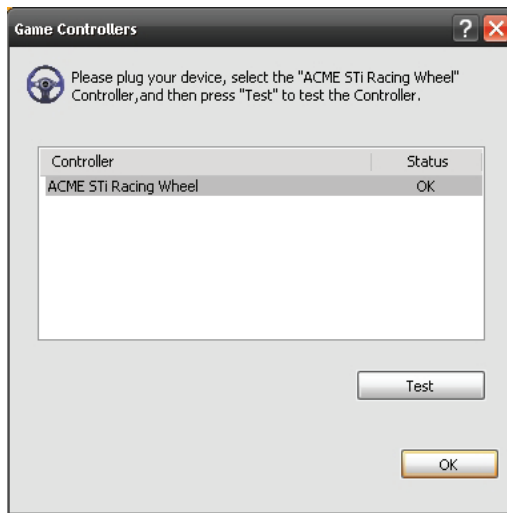

Рисунок 3
- Два раза щелкните на пиктограмме ACME Sti Racing Wheel для входа в контроллеры игры (см. рисунок 3 ниже).